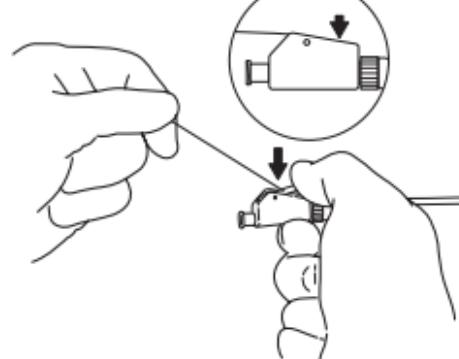

Fig. 2
- b. Tout en maintenant la tension sur la suture, appuyer sur le levier de verrouillage jusqu'à ce que l'enclenchement soit ressenti. La boucle distale de l'endoprothèse est alors bloquée en position. (Fig. 2)